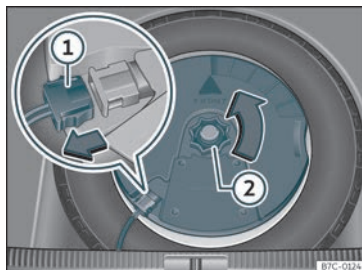

Fig. 198 Na bagageira: desmontar o subwoofer.
- Desligue o cabo do altifalante *subwoofer* »» Fig. 198 ①.
- Rode a rodinha de fixação no sentido contrário ao dos ponteiros do relógio »» Fig. 198 ②.